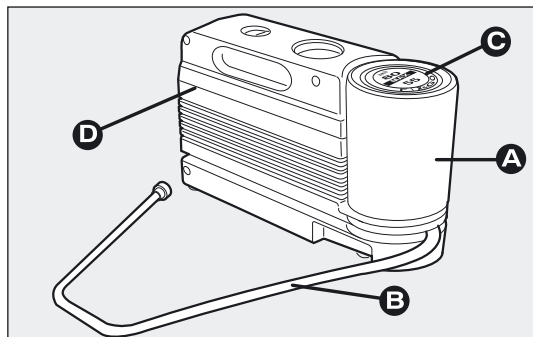

fig. 156
De set fig. 156 bevat:
- ☐ een compressor D-fig. 156 met manometer en aansluitnippels, die in het vak zijn te vinden;